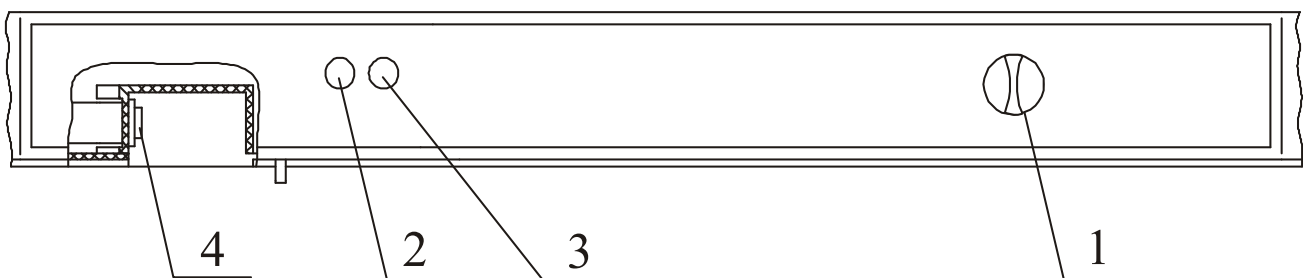

Рис.2. Схема расположения приборов управления и сигнализации
7.1. Включение и отключение холодильника производится штепсельной вилкой сетевого шнура (**не рекомендуется тянуть за сетевой шнур**). Загоревшаяся зеленая лампа 2 (рис.2) на панели свидетельствует о том, что холодильник включен в электросеть. Желтая индикаторная лампа 3 горит при работе холодильника в режиме замораживания. Индикаторные лампы загораются в течение 10 секунд.
7.2. Температурный режим в холодильной камере устанавливается путем поворота ручки терморегулятора 1 (рис.2) до выбранного по шкале температурного режима. При этом:
Для качественного замораживания продуктов, предназначенных для длительного хранения, их следует загружать в морозильную камеру порциями общий вес которых не превышает мощности замораживания, указанной в разделе 2. При загрузке продуктов, в количестве превышающем мощность замораживания, увеличивается время полного замораживания. Если Вы хотите сократить время замораживания продуктов, то можете использовать режим замораживания. Режим замораживания включается нажатием клавиши переключателя 4 (рис. 2) «от себя». При этом на панели загорается индикаторная лампа 3 (рис.2).
Не позднее 24 часов после загрузки последней партии продуктов переведите холодильник в режим хранения, нажав клавишу переключателя, при этом индикаторная лампа 3 (рис.2) гаснет.